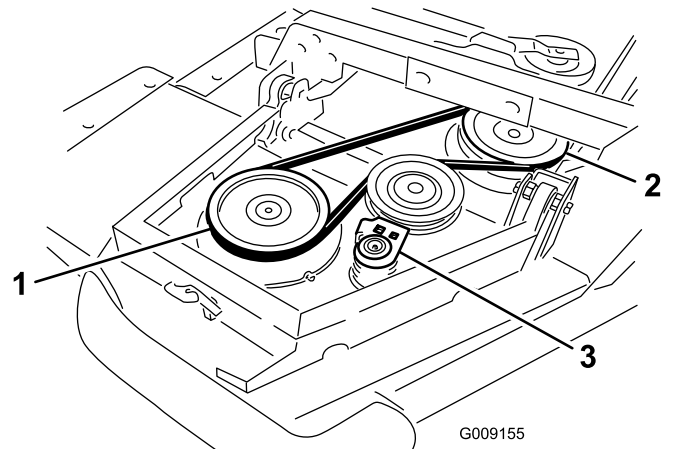

図 5
- A. まず、ウイングレットのスピンドルプーリから前デッキのスピンドルプーリにベルトを掛ける 図 5。
B. ラチェットレンチのようなものを使って、アイドラプーリをプーリから引き離す 図 5。